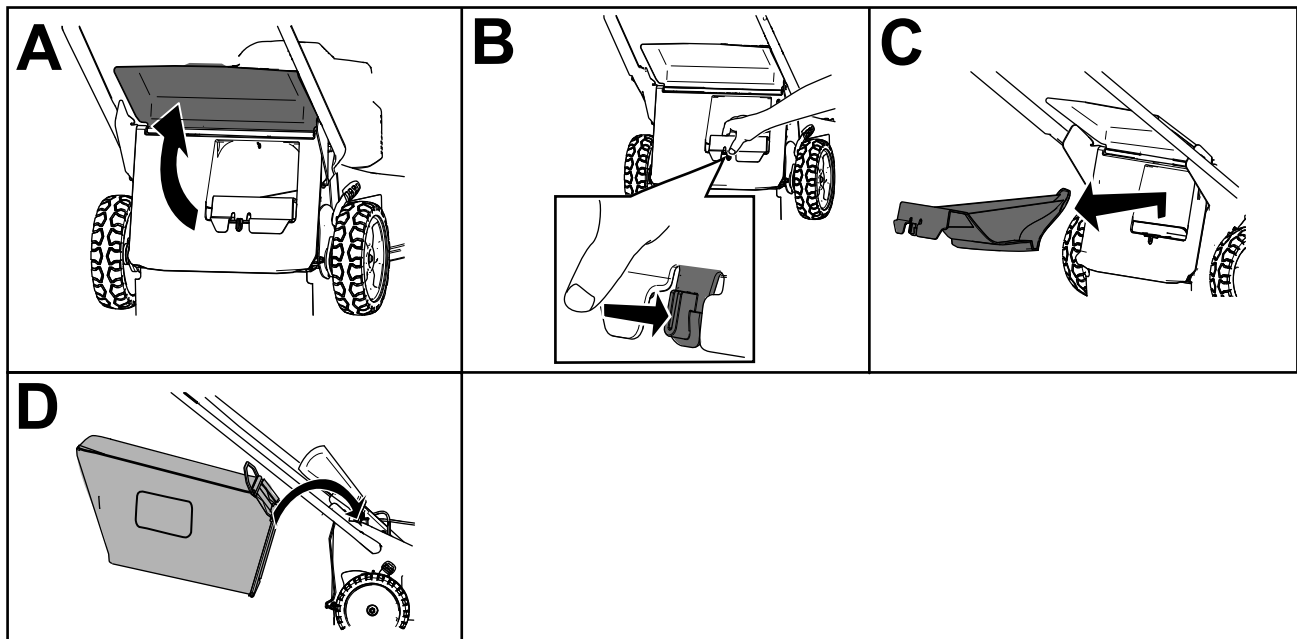

Bild 16
2. Heben Sie das hintere Ablenklech an und halten Sie es hoch (A in Bild 16).
3. Drücken Sie zum Entfernen der Heckauswurfklappe mit dem Daumen auf den Riegel und ziehen die Klappe aus der Maschine (B und C in Bild 16).
4. Setzen Sie die Enden der Fangkorbstange in die Kerben an der Unterseite des Holms ein und bewegen den Fangkorb nach vorne und hinten, um sicherzustellen, dass die Enden der Stange richtig in den Kerben sitzen (D in Bild 16).
3. Nehmen Sie die Fangkorbstange am Fangkorb aus den Kerben an der Unterseite des Griffs (A von Bild 16).
4. Setzen Sie die Heckauswurfklappe ein (B in Bild 16).
5. Senken Sie das hintere Ablenkblech ab (C in Bild 16).